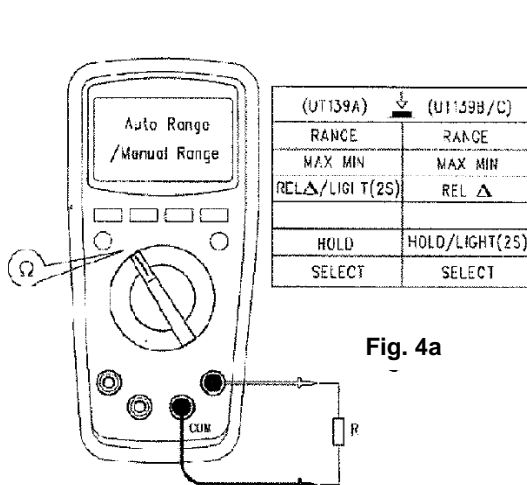

Fig. 4a
2. MASURARE REZISTOARE (fig..4a)
1. Introduceti sonda de masura de culoare rosie in terminalul corespunzator (vezi fig. 4a) si sonda de culoare neagra in terminalul COM.